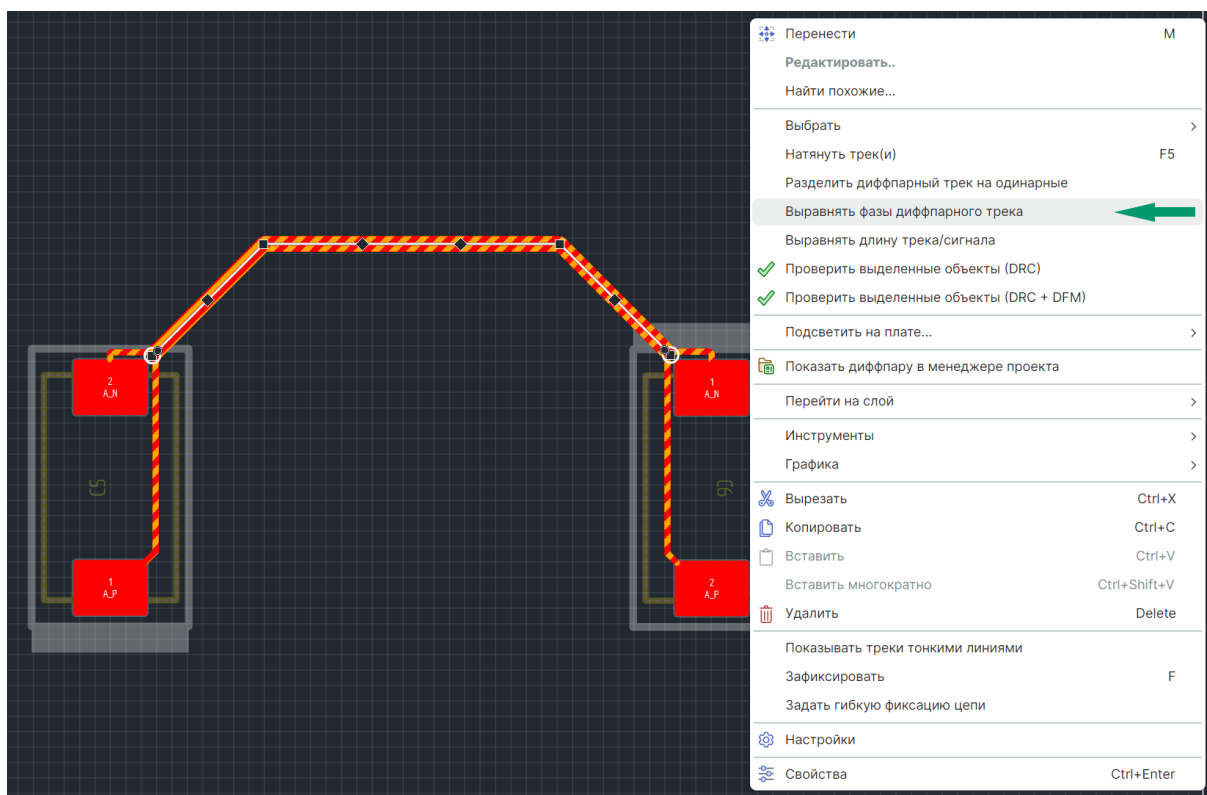

Рис. 350 Выравнивание фаз диффпары
2. Из контекстного меню выберите пункт «Выравнивать фазы диффпарного трека», см. Рис. 350.